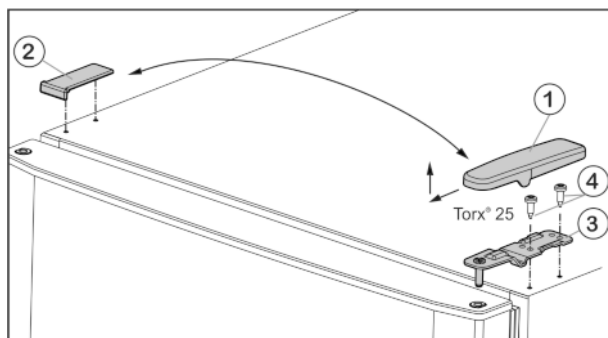

Fig. 4
- ▶ Afdekking Fig. 4 (1) naar voren en boven wegtrekken.
- ▶ Afdekking Fig. 4 (2) eraf nemen.
- ▶ Bovenste lagerbus Fig. 4 (3) losschroeven (2 maal Torx® 25) Fig. 4 (4) en naar boven eraf trekken.
- Plaats de bovenste lagerbus Fig. 4 (3) aan de nieuwe scharnierkant in de deur.
- Bovenste lagerbok **vastschroeven (met 4 Nm)** (2 keer Torx® 25) Fig. 4 (4). Eventueel een accuboormachine gebruiken.
- Afdekking Fig. 4 (1) aan de andere kant buiten plaatsen en vastklikken.
- Afdekking Fig. 4 (2) steeds aan de andere kant van bovenaf plaatsen en vastklikken.